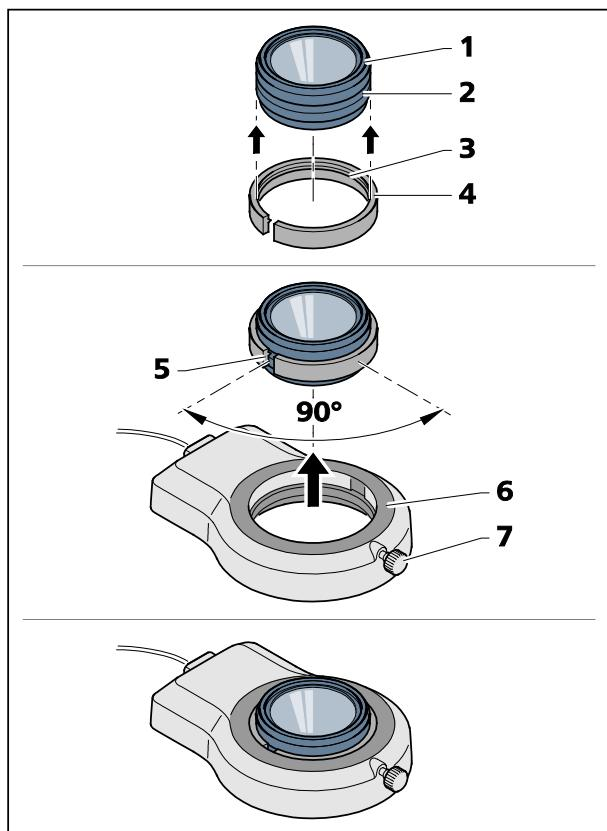

Fig. 14 Montare la lampada sul modulo ottico addizionale 3
- Mettere l'adattatore a fessura consegnato (Fig. 14/4) (diametro esterno 66 mm, interno 58 mm) dal basso verso l'alto sul modulo ottico addizionale (Fig. 14/1). Il cordone circostante interno (Fig. 14/3) dell'adattatore deve ingranare nell'intaglio esterno (Fig. 14/2) del modulo ottico addizionale.
- Spingere la lampada anulare (Fig. 14/6) sul diametro esterno dell'adattatore e fissarla mediante la vite di arresto (Fig. 14/7).
Si raggiunge il miglior effetto di bloccaggio se la fessura (Fig. 14/5) dell'adattatore e la vite di arresto (Fig. 14/7) della lampada anulare sono spostate di 90° circa.